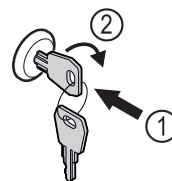

Fig. 176
- ▶ 按入钥匙 Fig. 176 (1)。
- ▶ 将钥匙顺时针转动 90° Fig. 176 (2)。